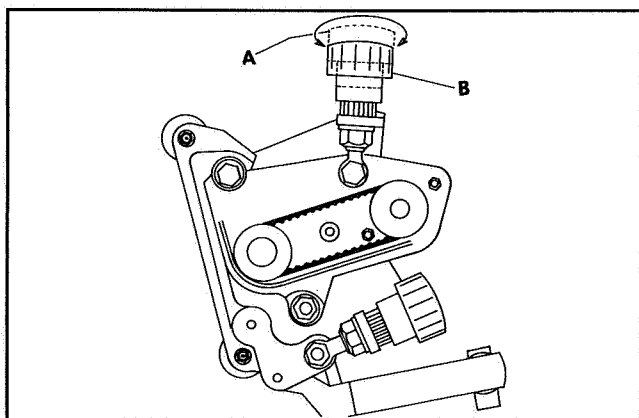

Fig.60
- a) Pull adjusting knob (position A Fig.60) and turn alternately left and right hand knobs a little in desired direction (clock wise to put on cut, anticlockwise to take off cut)
- c) Release the knob to engage the serrated locking ring. (position B Fig.60). It may be necessary to turn the knob slightly to allow it to engage.
- a) Den Einstellknopf (Pos. A Fig. 60) herausziehen und den linken und rechten Knopf abwechselnd um einen geringen Betrag in die gewünschte Richtung drehen (zum Erhöhen des Schnitts im Uhrzeigersinn, zum Verringern des Schnitts im Gegenuhrzeigersinn).
- c) Den Knopf loslassen, um den Arretierzahnring einzurücken (Pos. B Fig. 60). Zum Einrücken kann ein leichtes Drehen des Knopfes erforderlich sein.
- a) Tirer sur la molette de réglage (A, Fig. 60) puis tourner en alternance du côté gauche et du côté droit, sur un arc réduit, dans le sens souhaité (sens des aiguilles d'une montre pour augmenter la hauteur coupe, et dans l'autre sens pour la diminuer).
- c) Relâcher la molette pour verrouiller la bague crantée (B, Fig. 60). Pour obtenir ce verrouillage, il faut parfois légèrement tourner la molette.